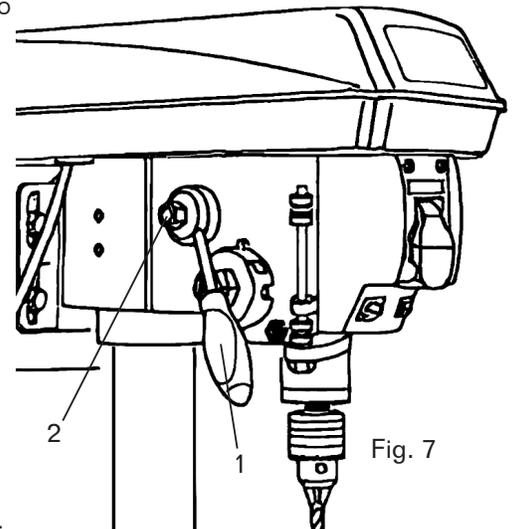

Fig. 7
MANIJA DE VELOCIDAD (FIG. 7)
1. Inserte el mango de velocidad (Fig. 7 - 1) en la abertura roscada en el cubo de velocidad (Fig. 7 - 2).